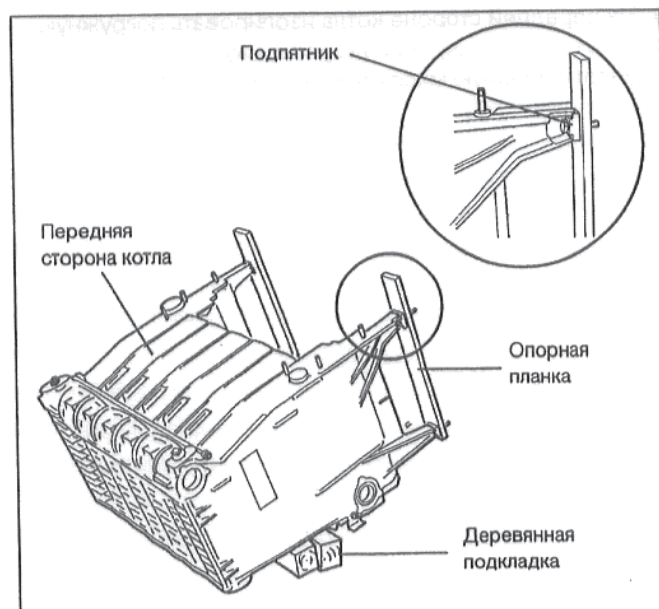

Рис. 11
- Используя деревянные подкладки, уложить котел на заднюю сторону (Рис. 11).
- Надеть подпятники на опоры секции котла (Рис. 11).
- Вставить болты (М8 x 50) сверху через подпятники опор секции котла (Рис. 11).
- Надеть на болты опорные планки (Рис. 11).